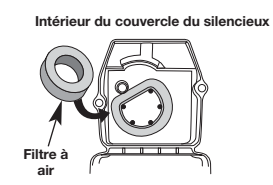

Fig. 26
2. Retournez le couvercle et inspectez l'intérieur pour repérer le filtre à air. Retirez le filtre à air de l'intérieur du couvercle du filtre à air/silencieux (Fig. 26).
6. Replacez le filtre à l'intérieur du couvercle du filtre à air/silencieux (Fig. 26).